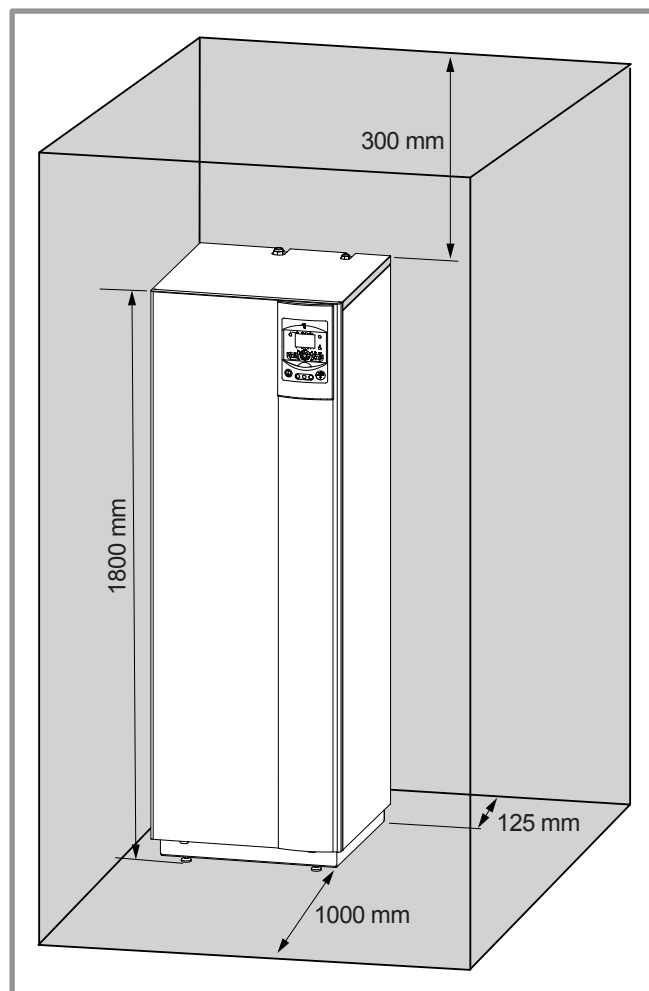

figure 13 - Dégagements minimum d'installation autour du module hydraulique et écarts jusqu'aux cloisons combustibles
- Pour faciliter les opérations d'entretien et permettre l'accès aux différents organes, il est conseillé de prévoir un espace suffisant tout autour du module hydraulique (figure 13).